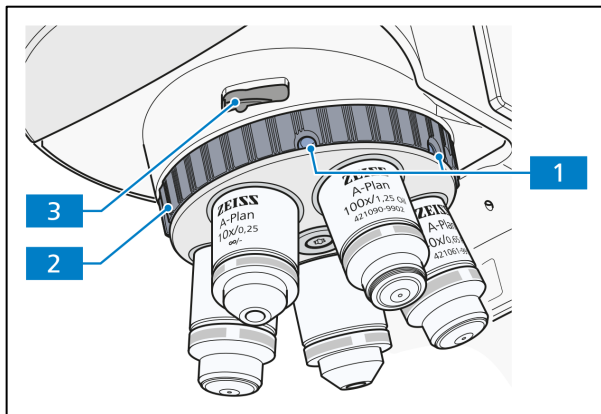

Abb. 2-22 Objektivrevolver des Durchlicht-/Auflicht-Polarisations-Stativs mit Aufnahme für Kompensatoren
- Schneller Wechsel der Objektive durch Drehen des Objektivrevolvers am Rändelrad (Abb. 2-22/2).
- Enthält Aufnahmefach (Abb. 2-22/3) für 6x20 mm-Schieber (Kompensatoren, Analysatoren, Hilfspräparate).
- Stativ für Durchlicht-Polarisation und Stativ für Durchlicht-Konoskopie mit Objektivrevolver mit 5 Positionen, wovon eine Position fest und vier Positionen mit Hilfe von jeweils zwei Schrauben (Abb. 2-22/1) zentrierbar sind.
Die Schrauben (Abb. 2-22/1) nicht zu fest an den Anschlag drehen.